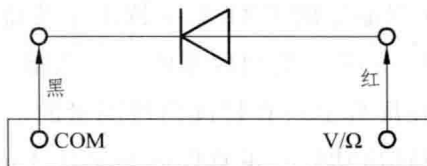

图 2.4 二极管测试电路
(1) 将黑表笔插入“COM”插孔,红表笔插入“V/ Ω ”插孔(红表笔极性为“+”),将功能开关置于“ $\nabla \rightarrow$ ”挡、并将表笔连接到待测二极管,读数为二极管正向压降的近似值,如图 2.4 所示。